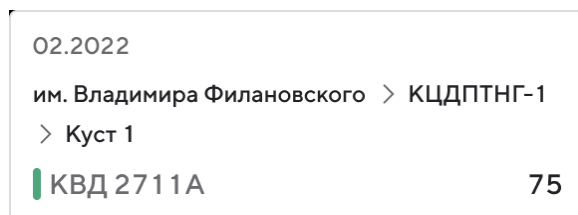

Рисунок 191 – Дополнительное окно с информацией по выбранному оборудованию
6. Подведите указатель к столбцу диаграммы оборудования. Откроется дополнительное окно (Рисунок 191).